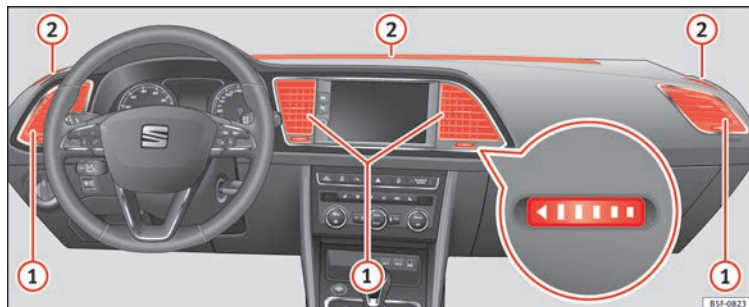

Fig. 190 En el tablero de instrumentos: difusores de aire.
Para garantizar la calefacción, refrigeración y ventilación dentro del habitáculo, los difusores de aire » **fig. 190** ① deberían permanecer abiertos.